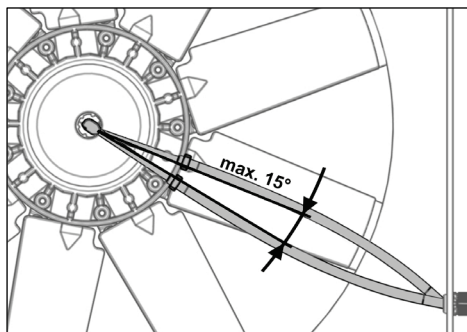

Fig. 31
- Verificați tensiunea și, dacă este necesar, retensionați furtunul de aer comprimat (consultați Fig. 31).